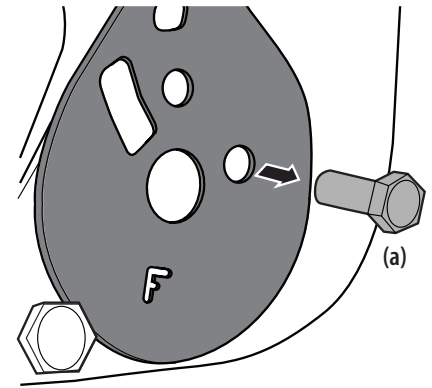

Figure 2-10
5. Retirez le boulon (a) qui fixe la plaque de réglage au dossier du siège. Voir Figure 2-10.